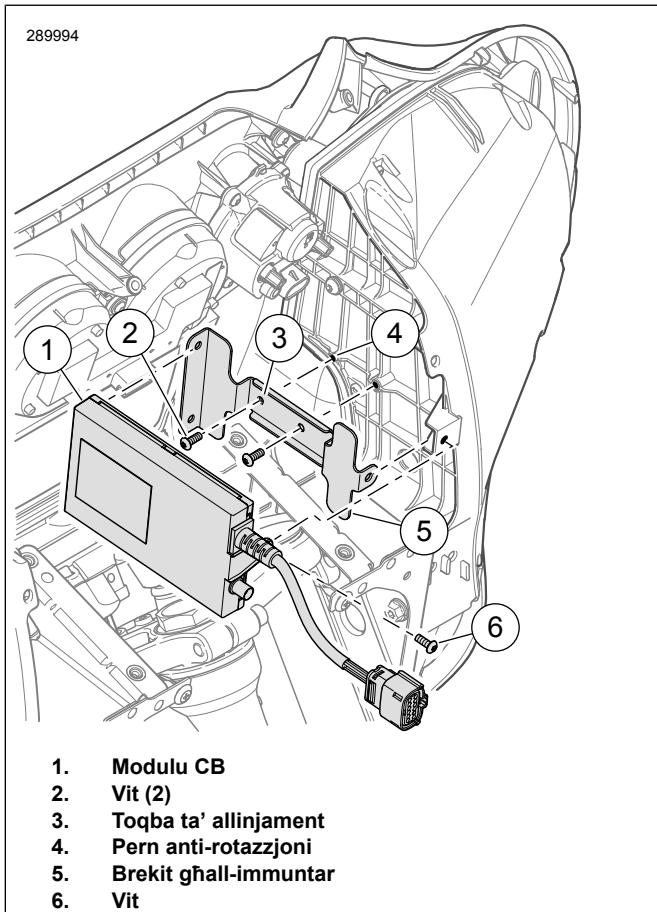

Figura 2. Installa l-modulu CB: Mmuntata Furketa tal-Fairing
- Ara Figura 2 . Allinja t-toqba (3) fil-brekit tal-immuntar (5) b'perm anti-rotazzjoni. (4).
2. Installa l-viti (2). Issikka.